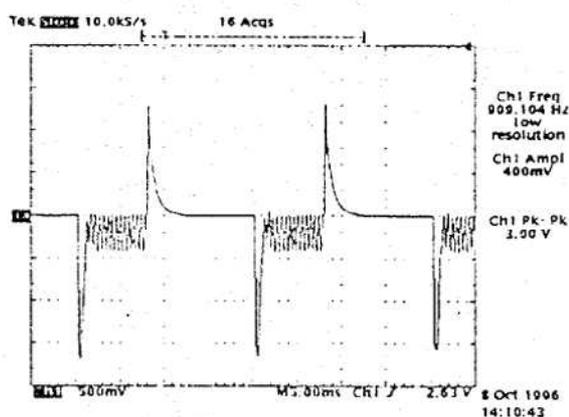

fig.4
- ⑩ - Controllare che il valore di corrente impostato venga raggiunto gradatamente con un tempo di circa **6 - 10 sec**. Eventualmente agire su **RV1** (in senso orario per aumentare). E' possibile effettuare una correzione fine del valore della  $I_f$  agendo sul trimmer **RV7** (in senso antiorario la corrente aumenta, in senso orario la corrente diminuisce).
- Forma d'onda della corrente dell' SCR analizzata sul connettore M1 (fig.4):